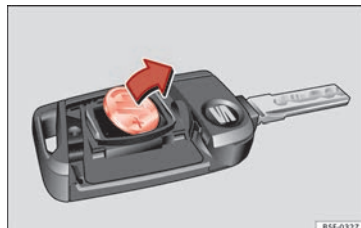

Fig. 136 Chiave del veicolo: estrarre la batteria.
- Estrarre la batteria dal vano con un oggetto fino adatto » » fig. 136.
- Collocare la nuova batteria come illustrato » » fig. 136 e inserirla nel vano batteria nella direzione contraria a quella indicata dalla freccia » » ②.